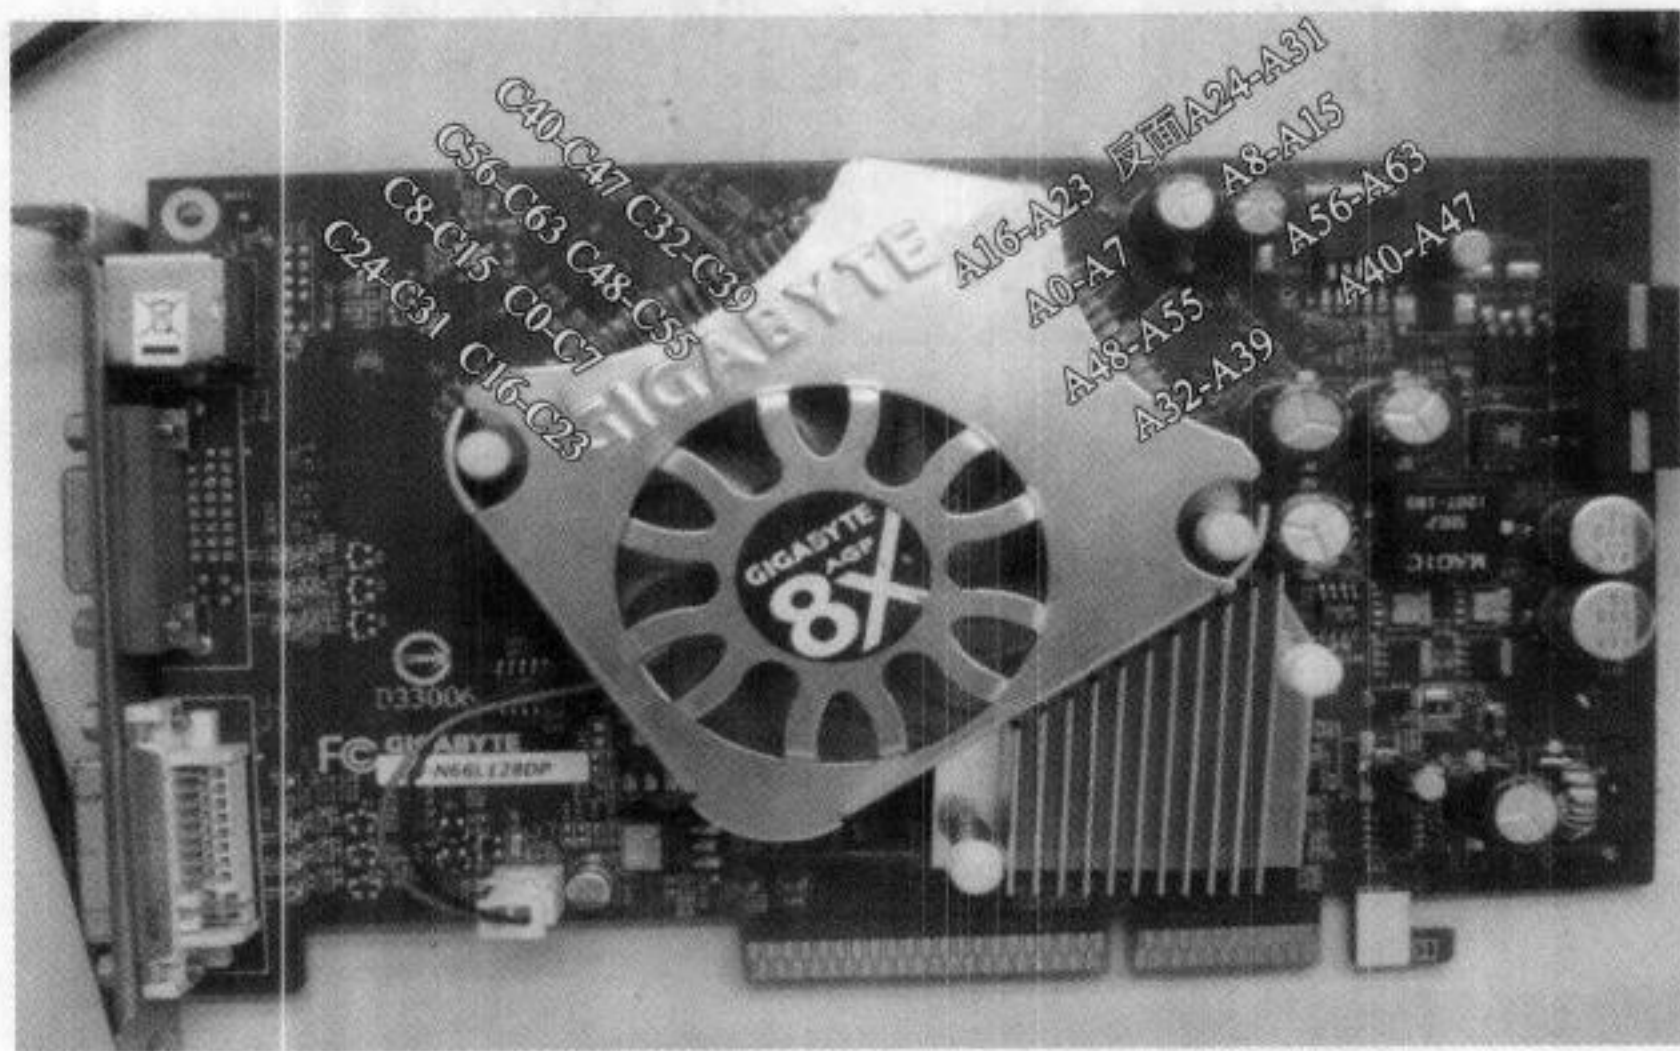

图 5-63 显存排列图
(2) 查看测试结果，此卡为 6600LE，显存分 A 和 C 两个通道，然后依次短接显存每个芯片的最后两个脚和 5、6 脚，得到如图 5-63 所示的排列图。